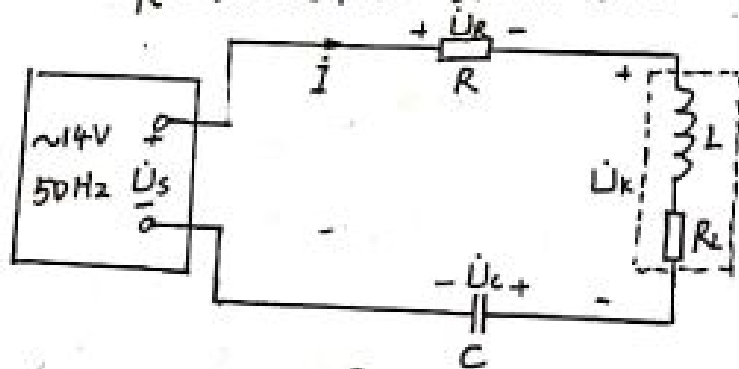

图 1
1) 按电路图 1 连接电路, $L=500\text{mH}$, 万用表测其阻值 117.1Ω
(3) 测量电路中电容元件参数及相关参量
- 按照图1参考方向, 使用三相电能质量分析仪的单相测量方式测量 $8\mu F$ 电容元件 C 上电压、电流、相位差、相量图, 测量方法参考电阻的测量方法。
(4) 测量电路中电感元件参数及相关参量
- 按图1参考方向测试 R 、 C 的方法使用三相电能质量分析仪单相测量方式测量 $500mH$ 电感元件上电压参量。